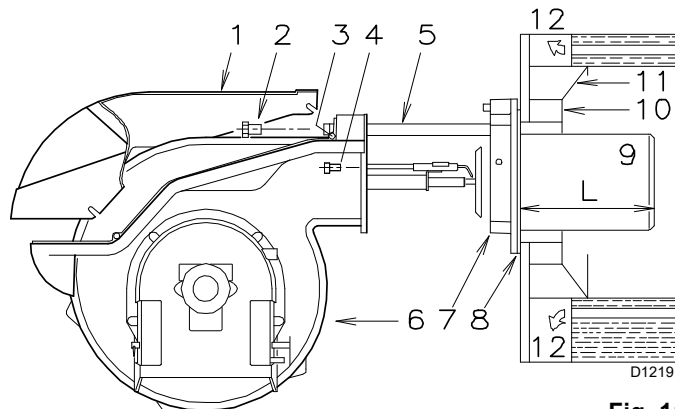

Fig. 11
Pour les chaudières avec la partie avant refroidie avec de l'eau, le revêtement réfractaire 10)-11)(Fig. 11), n'est pas nécessaire, sauf demande expresse du fabricant de la chaudière.
Une fois cette opération effectuée, fixer la bride 7)(Fig. 11) à la plaque de la chaudière en interposant le joint 8) fourni avec l'équipement. Utiliser aussi les 4 vis fournies avec l'équipement après en avoir protégé le filetage avec des produits anti-grippage.
- ouvrir le brûleur sur les glissières comme la Fig. 11 à la page 15 le montre ;